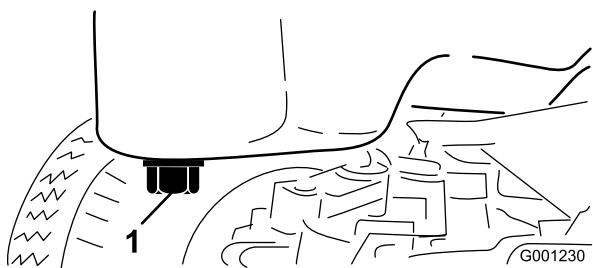

Figura 47
4. Alinhe um recipiente de drenagem debaixo do recipiente do óleo e alinhe-o com o tampão de escoamento (Figura 47).